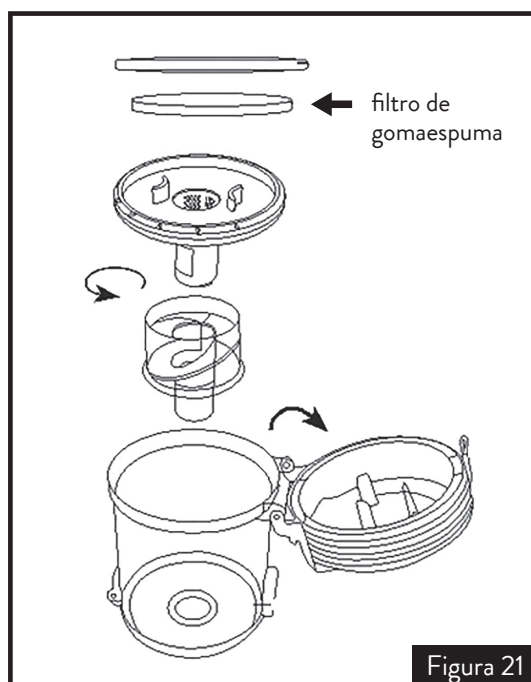

Figura 21
8. Coloque los filtros en el soporte y el resto de los elementos dentro del recipiente, utilizando la figura 21 como referencia. Cierre y trabe la tapa del recipiente.